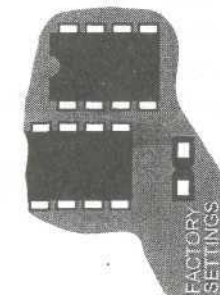

Рис. 5.1
2. Установите переключку «FACTORY SETTINGS» (рисунок 5.1).